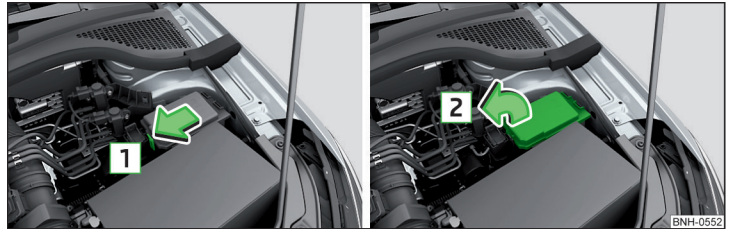
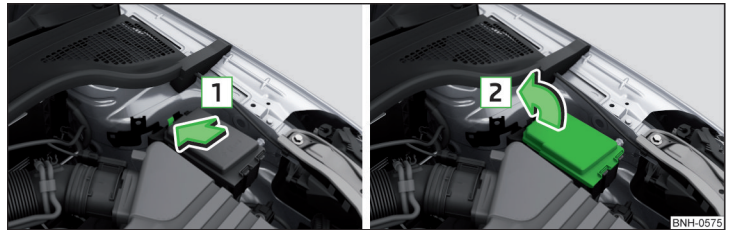

Fig. 169 Capacul panoului de siguranțe - varianta 1
Fig. 170 Capacul panoului de siguranțe - varianta 2
- Apăsați tasta de blocare a capacului în sensul săgeții **1** » fig. 169, respectiv » fig. 170.